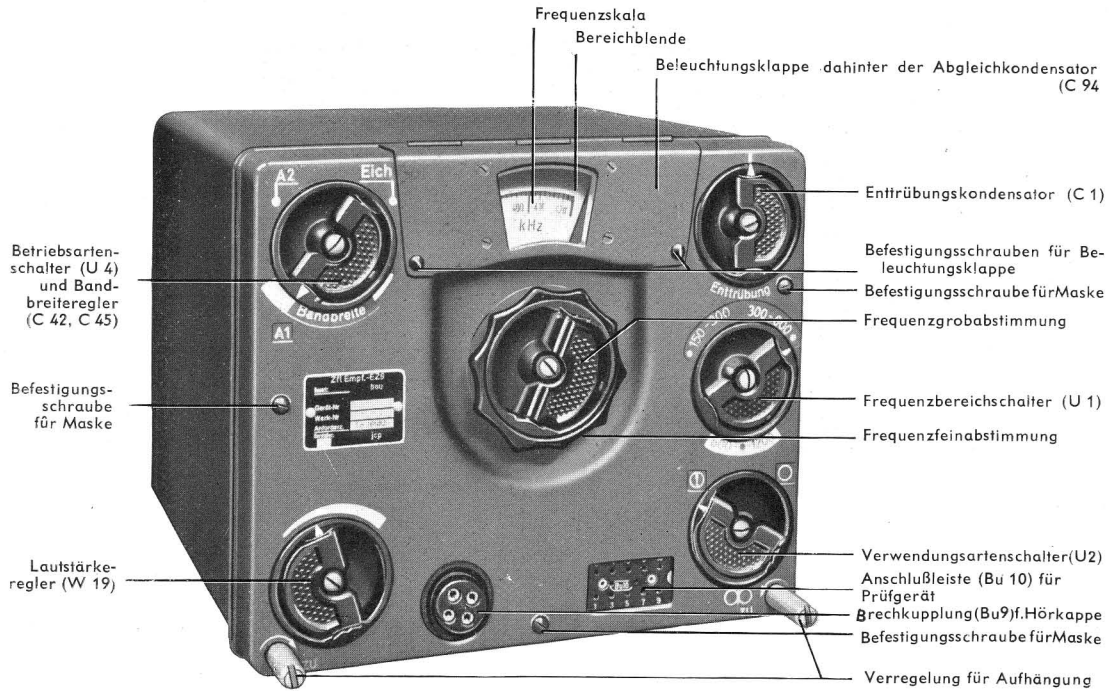

Abb. 3 Zielflugempfänger EZ 6, Frontansicht
- b) Die **Frequenzeinstellung** wird am Empfänger EZ 6 mit dem Bereichsschalter, dem Grob- und dem Fein-Abstimmknopf nach der in kHz geeichten Frequenzskala vorgenommen (vgl. Abb. 3).
11. Die Frontansicht des (von Hand zu bedienenden) Zielflugempfängers EZ 6 zeigt Abb. 3, die mit Bedienungshinweisen versehen ist. Die in Klammern gesetzten Bezeichnungen entsprechen den Teilezahlen der Stückliste und des Stromlaufplanes (vgl. Anlage 8).
Die als Träger des Drehkondensators und der einzelnen Baugruppen dienende Frontplatte (vgl. Abb. 3) ist mit einer Maske verkleidet, die mit drei Schrauben befestigt ist. Vor dem Abnehmen der Maske müssen die Befestigungsschrauben der Drehknöpfe gelöst werden.
17. Betätigungsgriffe und Anschlüsse (vgl. Abb. 3)